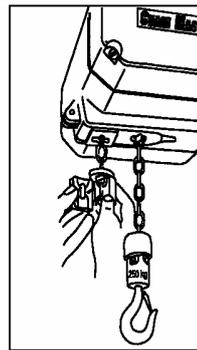

Bild 14 (Schritt 7)
7. Hubbegrenzer\* ca. 50 cm vor dem Kettenende befestigen (Bild 14), bei übergroßen Kettenspeichern so, dass der Abstand des Hubbegrenzers vom Kettenende reichlich der Höhe des Kettenspeichers entspricht.